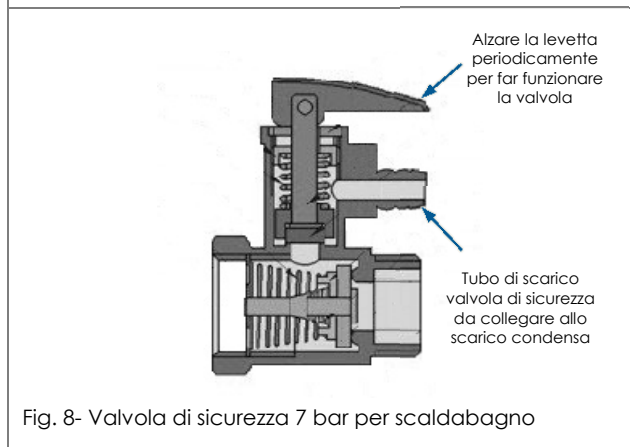

Fig. 8- Valvola di sicurezza 7 bar per scaldabagno
**NOTA BENE!** il tubo di scarico collegato al dispositivo contro le sovra-pressioni deve essere installato in pendenza continua verso il basso e in un luogo protetto dalla formazione di ghiaccio (Fig. 8)